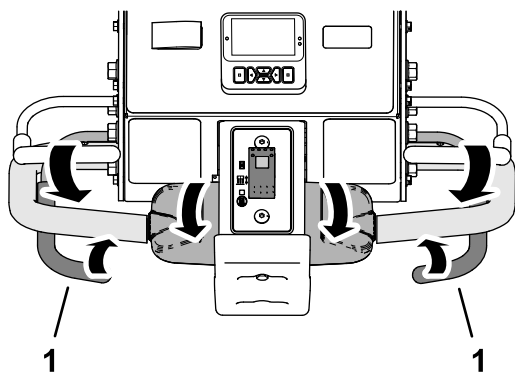

Figura 83
3. Quando le ruote anteriori raggiungono il perimetro dell'area di arieggiatura, stringete la barra di arieggiatura destra o sinistra (Figura 83).